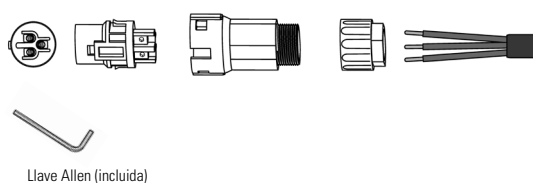

Fig. 29. Conexión del cable pelado en el terminal.
- c. Insertar el extremo pelado de los tres cables en el orificio correspondiente del cabezal del terminal (cable amarillo-verde al puerto PE, fase al puerto L y neutro al puerto N). Tirar del cable para verificar que está bien conectado, tal como se muestra en la Fig. 29: